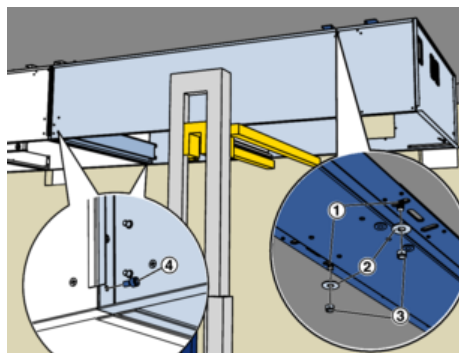

Abb. 29: Bauteil 2 neben Bauteil 1 positionieren
Zargenbauteil 2 mit dem Lift wieder an die Montageposition fahren und an den Gewindestangen (Abb. 29/1) mit Karoseriescheiben (Abb. 29/2) und selbstsichernden Muttern (Abb. 29/3) befestigen, so dass es noch etwas bewegt werden kann.
7. ▶ Beide Zargenbauteile fluchtend ausrichten und mit sechs Schrauben M5x10 (Abb. 29/1) verbinden.